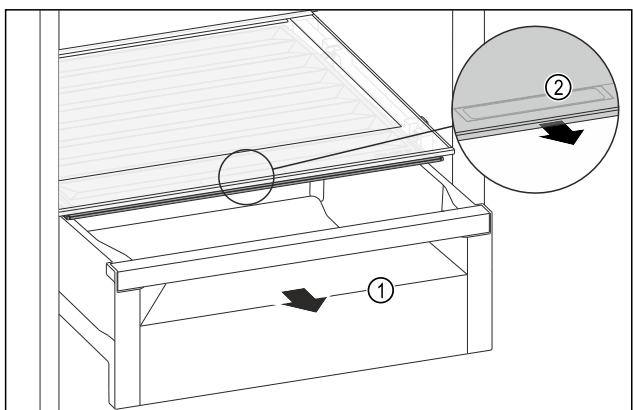

Fig. 81
- ▶ Schubfach Fig. 81 (1) herausziehen.
- ▶ Griffmulde Fig. 81 (2) am Fachdeckel anfassen und Fachdeckel gleichzeitig nach vorne ziehen.